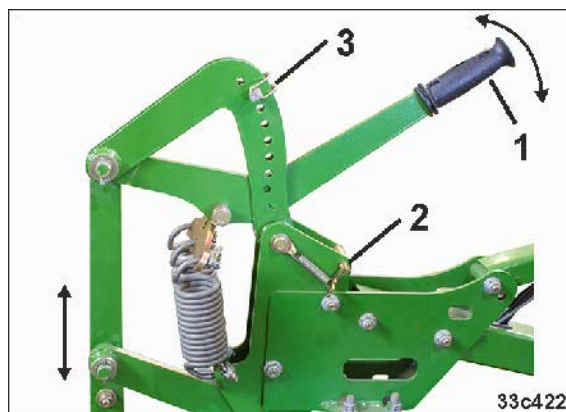
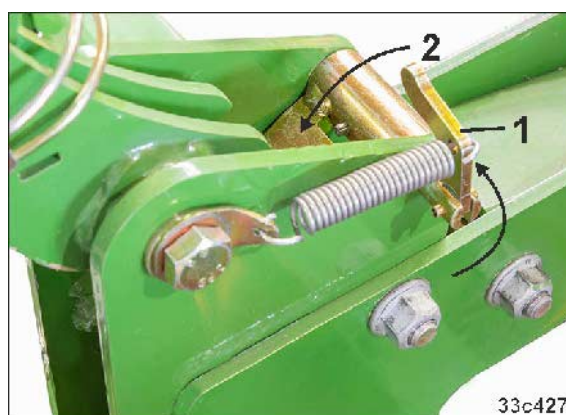

Рис. 177
Рис. 178
2. Регулировка давления катков осуществляется путем равномерной перестановки регулировочных рычагов (Рис. 177/1) на всех регулировочных сегментах.
- 2.2 Убедитесь, что фиксаторный рычаг (Рис. 177/2) находится в рабочем положении (Рис. 178/1)
→ Собачка показывает вниз (Рис. 178/2)
3. Переведите рычаг регулировки (Рис. 177/1) в нужном направлении